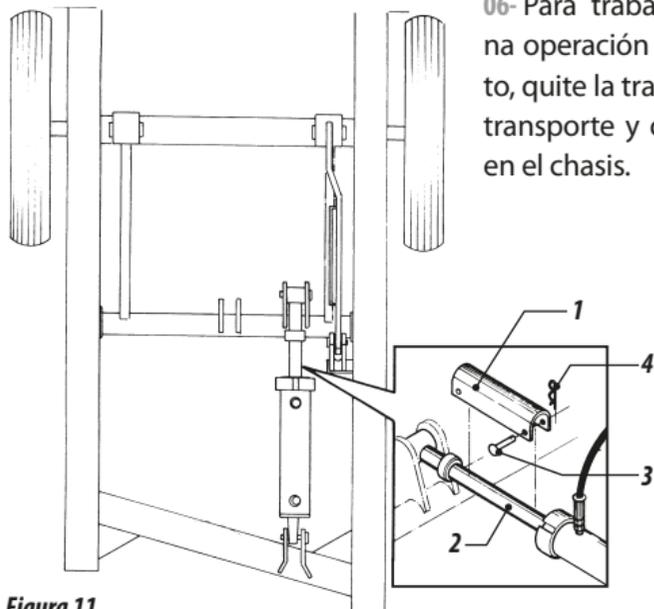

Figura 11
05- Al transportar el implemento coloque la traba de pistón para transporte (1), figura 11, en el vastago del pistón (2) y trabe con los pernos (3) y contraperno (4).